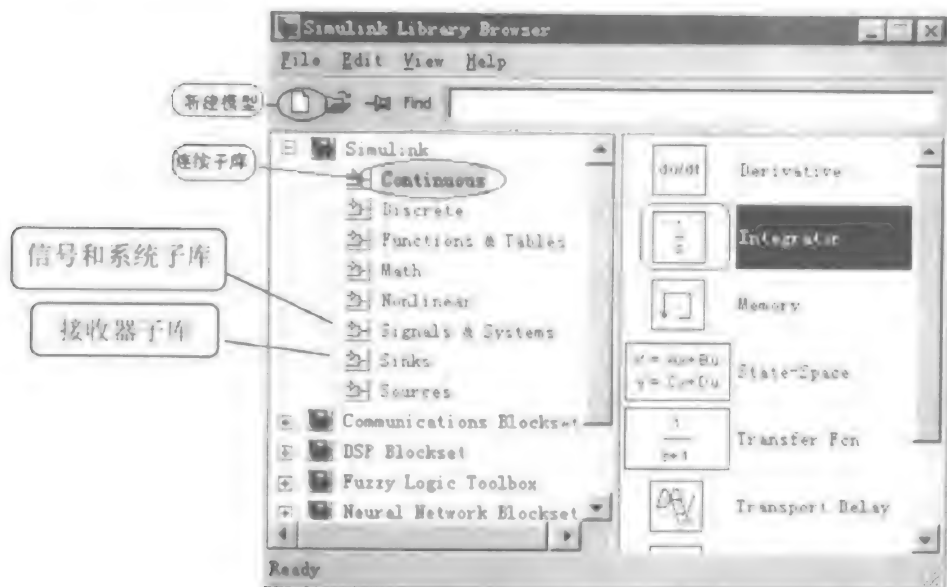

图 3-9 从模块库查找积分模块
(1) 启动 Simulink 模块库浏览窗口（这当然是必须的）。
(2) 新建一个空白模型，为此请点击库浏览器工具栏上的空白按钮（见图 3-9）。在 Simulink 里，模型是保存在模型文件里的，新建一个空白模型，也就是新建了一个空白的模型文件，模型文件的后缀名为.mdl。也可以在模型窗口新建一个空白模型，其操作是使用 File 菜单下的 new a model 命令。
(3) 在模块库浏览窗口中找到所需的模块。此模型包括的模块有：正弦波发生器、积分器、复用器和示波器。它们各自的位置分别是：正弦波发生器在 source 子库，积分器在连续系统子库（见图 3-9），复合器在信号和系统子库，示波器在接收器子库。